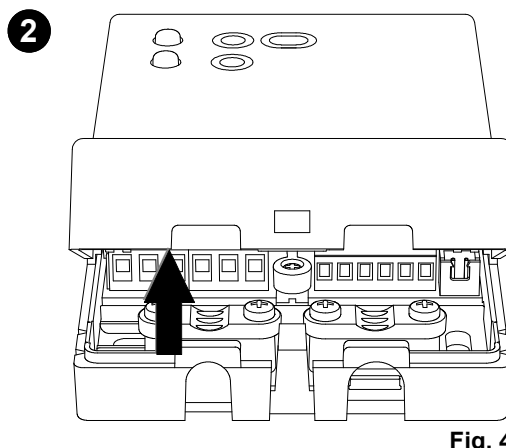

Fig. 4
- 2 Ruotare il coperchio cavi esercitando una leggera pressione fino ad estrarla completamente (Fig. 4).